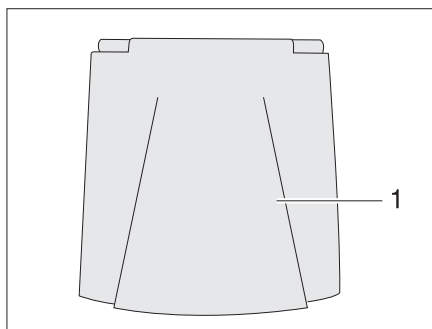

Fig. 37 Sportellino del bocchettone di rifornimento di carburante
- Aprire lo sportellino (Fig. 37,1)
- Inserire la chiave nel cilindro della serratura (Fig. 37,3) e ruotare in senso antiorario.
- Rimuovere il coperchio (Fig. 37,2).